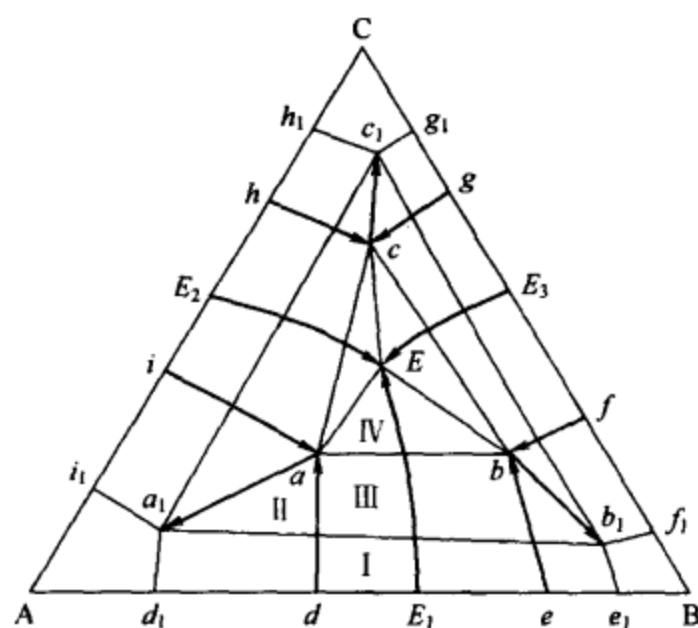

图1
2. 根据综合投影图(图1),写出I、II、III、IV区域内的合金的室温下组织。(4分)